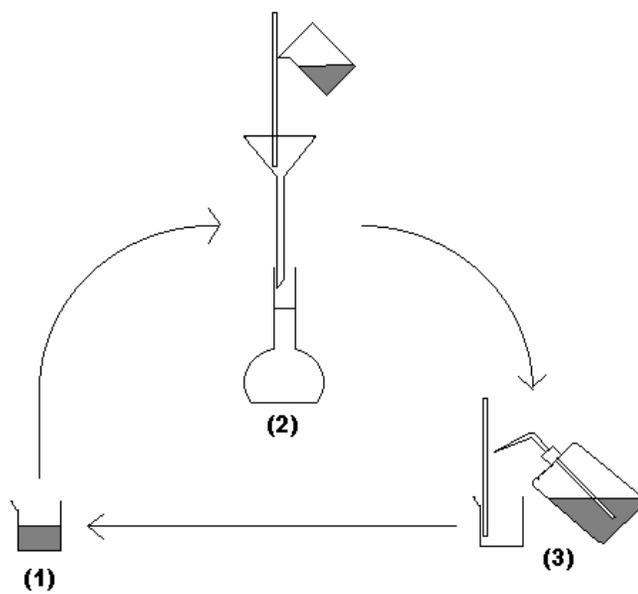

Figura 1: Transferência quantitativa de soluções.
- Transfira quantitativamente (Figura 1) esta solução para balão volumétrico de 100mL. Mantenha a temperatura igual a do ambiente, para resfriar se houver necessidade. Completar com água destilada o volume do balão volumétrico, ou seja, até o menisco de referência.